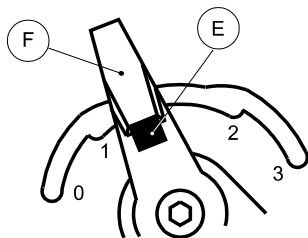

Fig.3
La corsa normale della leva (F) avviene tra i punti (1) e (2) di fig.3 in questo intervallo la bobina non sarà mai completamente libera per evitare parrucche e neppure completamente serrata per evitare la rottura del filo. Per liberare completamente la bobina (punto "0") o frenarla completamente (punto "3") sarà necessario agire premendo il pulsante (E).
- 2) Riportare la leva della frizione in posizione di riposo (punto 1 di fig.3) per allentare le tensioni presenti nel gruppo del freno.